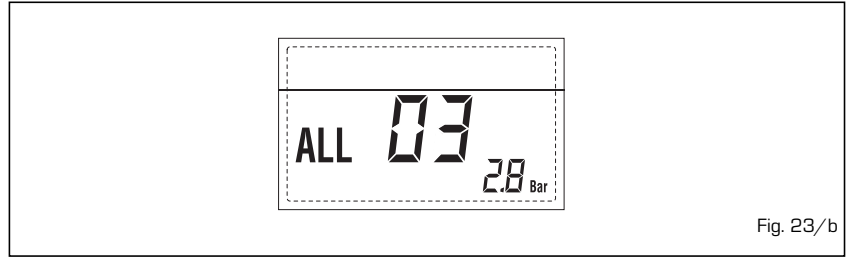

Fig. 23/b
**SANITARIO "AL 04"** (fig. 23/c)